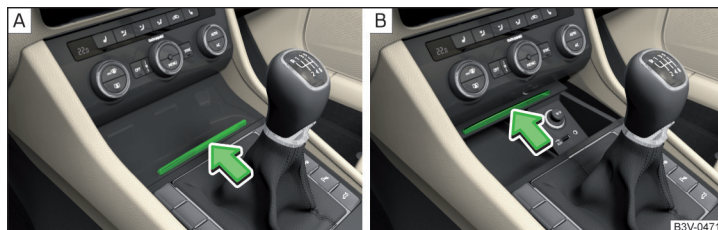

Fig. 107 Compartimento guardaobjetos: abrir/cerrar
- » Para **abrir**, presionar sobre la regleta en el sentido de la flecha » fig. 107 - **A**.
- » Para **cerrar**, presionar sobre la regleta en el sentido de la flecha » fig. 107 - **B**. La tapa se cierra sola.